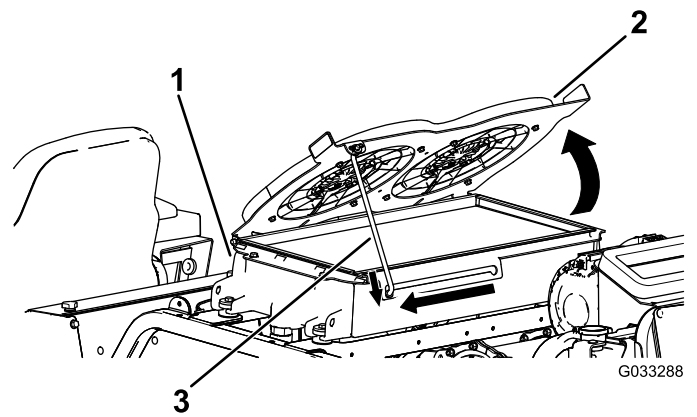

図 109
2. 油圧オイルクーラを上を倒して支え棒で支える (図 109)。